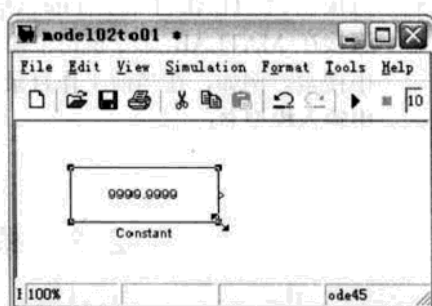

图 2.4 调整大小后的常数模块
(3) 为了能够显示常数, 可以扩大模块, 单击 Constant 模块, 然后用鼠标指针放在四个黑方块上, 此时鼠标指针会改变形状, 然后拖动鼠标, 最后得到的模块形状如图 2.4 所示。